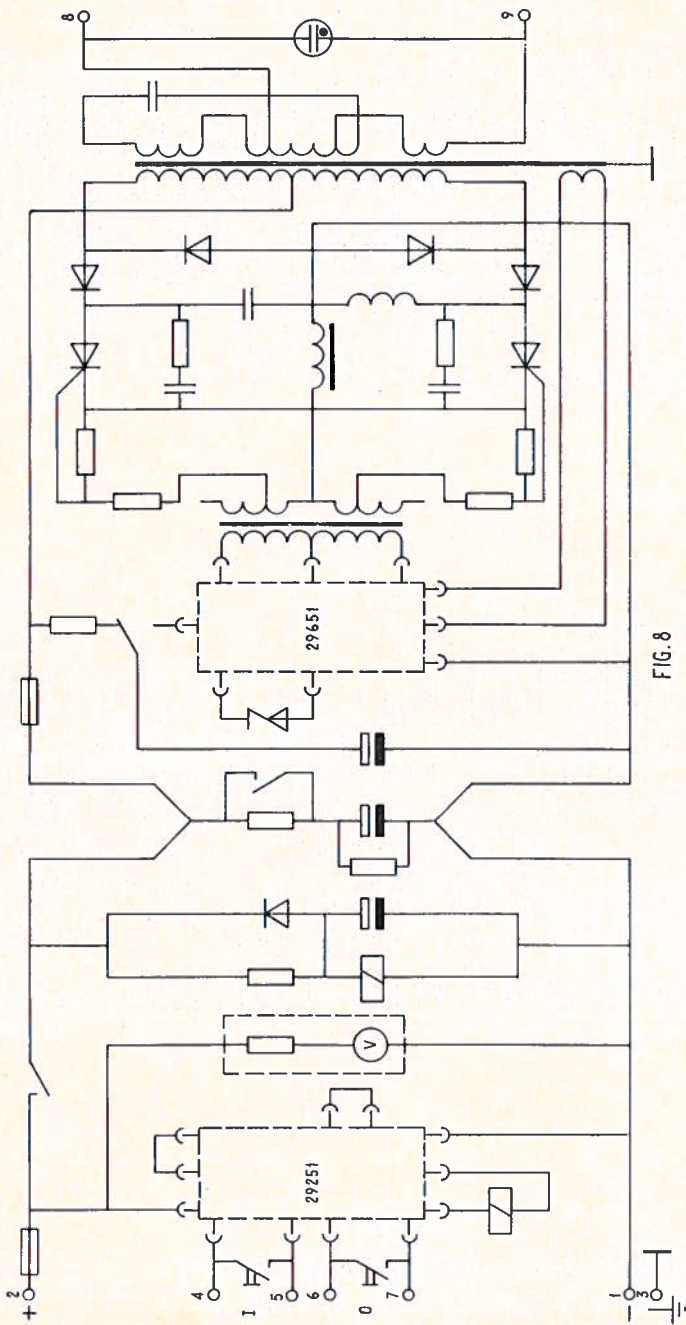

FIG. 8
3. Principe van de statische omvormer fig. 8
- de beveiliging van de ingangsspanning, 29251 fig. 8
- de frequentie stuureenheid, 29651 fig. 8